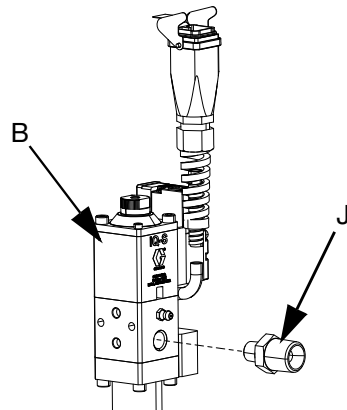

FIG. 26
- 8. Collegare il raccordo girevole al raccordo della valvola (J) e alla valvola di erogazione (B) come illustrato in FIG. 26.